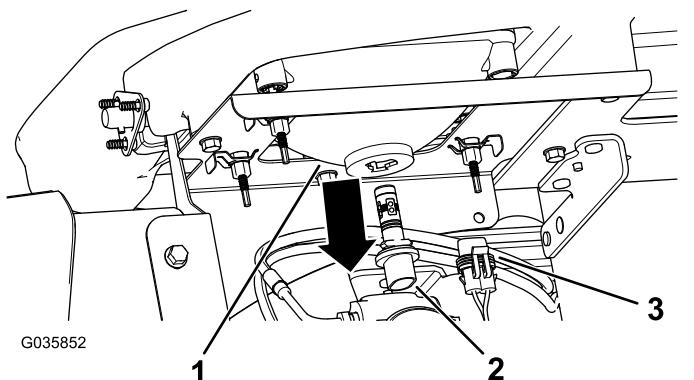

Рисунок 41
3. Отсоедините электрический соединитель жгута проводов от соединителя лампы в сборе в задней части корпуса передней фары (Рисунок 41).
4. Поверните лампу в сборе на $\frac{1}{4}$ оборота против часовой стрелки и одновременно переместите ее назад, чтобы извлечь из корпуса фары (Рисунок 41).
5. Вставьте новую лампу в сборе и корпус фары, совместите выступы в лампе с пазами в корпусе фары (Рисунок 41).
6. Закрепите лампу в сборе, повернув ее на $\frac{1}{4}$ оборота по часовой стрелке (Рисунок 41).
7. Подсоедините электрический соединитель жгута к соединителю нового узла лампы (Рисунок 41).